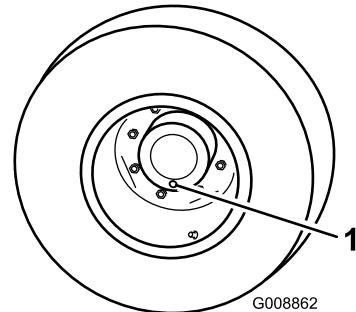

Figura 105
- Coloque a máquina numa superfície nivelada, posicione uma roda de forma a que um dos tampões de verificação se encontre na sua posição mais baixa (6 horas) (Figura 105).